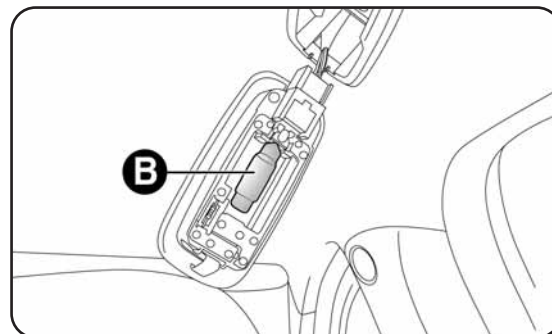

fig. 29
- remplacer la lampe B-fig. 29 en la dégageant des contacts latéraux et en s'assurant que la nouvelle lampe est correctement bloquée entre ces mêmes contacts.